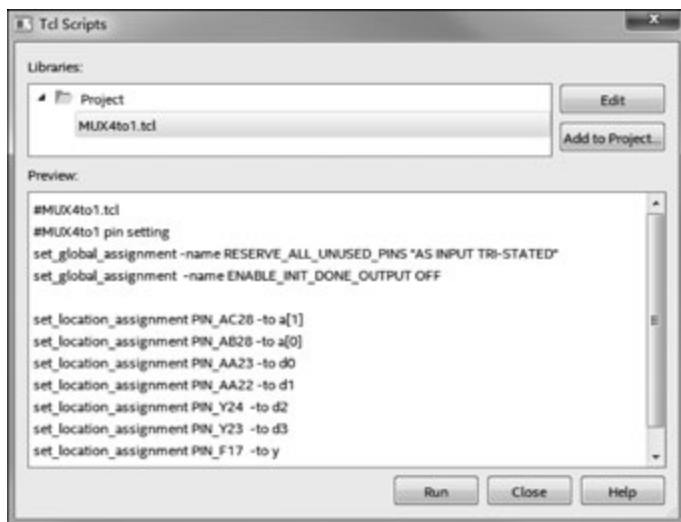

图 3-23 Tcl Scripts 对话框
(2) Tcl 文件编辑好后,保存文件名为 MUX4to1.tcl,并执行 Projects→Add/Remove Files in Project 菜单命令将 Tcl 文件添加到工程中。
(3) 执行 Tools→Tcl Scripts 菜单命令,弹出如图 3-23 所示的 Tcl Scripts 对话框,打开相应的 Tcl 文件,单击 Run 按钮运行 Tcl 文件,即可一次完成引脚锁定。